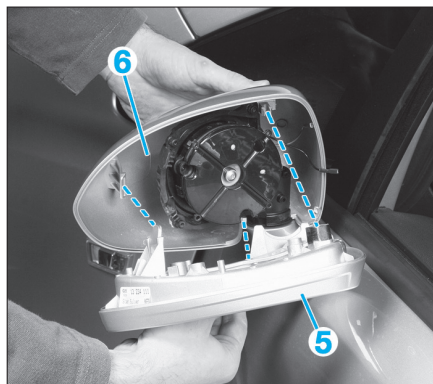

Fig. 34
- Dégrafer la partie avant (5) du boîtier de rétroviseur de la partie arrière (6) (Fig.34).